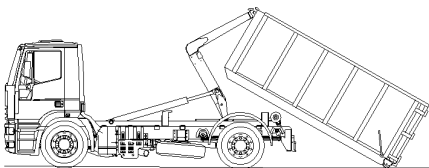

Bild Nr. 18
6.	Den Steuerhebel in Richtung „B“ schieben und den Hakenarm zusammen mit dem Absetzarm (poz. 1, 2, Bild Nr. 2) nach hinten in die Ladeposition kippen. Nach dem Aufsetzen des hinteren Container-Teils auf den Boden die Parkbremse lösen. Man kann bei dem Zusammenklappen des Containers das Laufwerk des Fahrzeugs oder des Containers mit der Betriebsbremse korrigieren (Bild Nr. 18).
7.	Den Steuerhebel in Richtung „B“ schieben und den Hakenarm zusammen mit dem Absetzarm (poz. 1, 2, Bild Nr. 2) nach hinten in die Ladeposition kippen. Nach dem Aufsetzen des hinteren Container-Teils auf den Boden die Parkbremse lösen. Man kann bei dem Zusammenklappen des Containers das Laufwerk des Fahrzeugs oder des Containers mit der Betriebsbremse korrigieren (Bild Nr. 18).